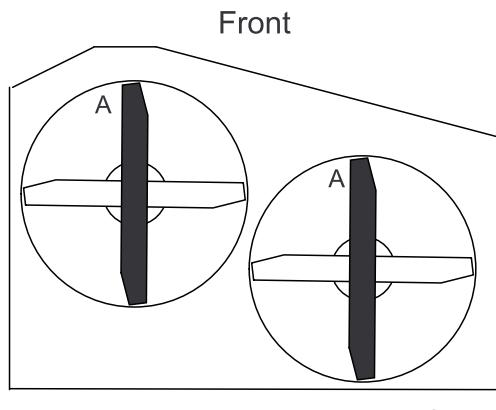

Figura 57
3. Gire las cuchillas hasta que los extremos estén orientados hacia adelante y hacia atrás. Mida desde una superficie nivelada hasta el filo de corte, posición A, de las cuchillas (Figura 56). Anote esta dimensión. Para carcasa de corte de 36 pulgadas, consulte la Figura 57.